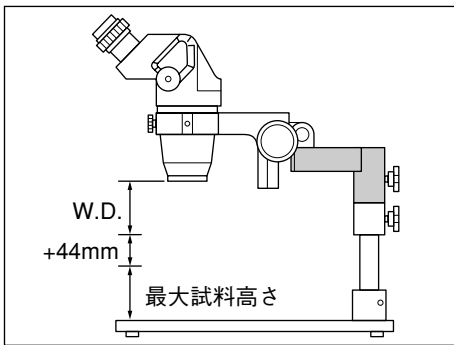

図 8
- ・ 大型架台アームを逆向きに取り付けることによって最大試料高さをさらに44mm高くすることができます。(図 8)